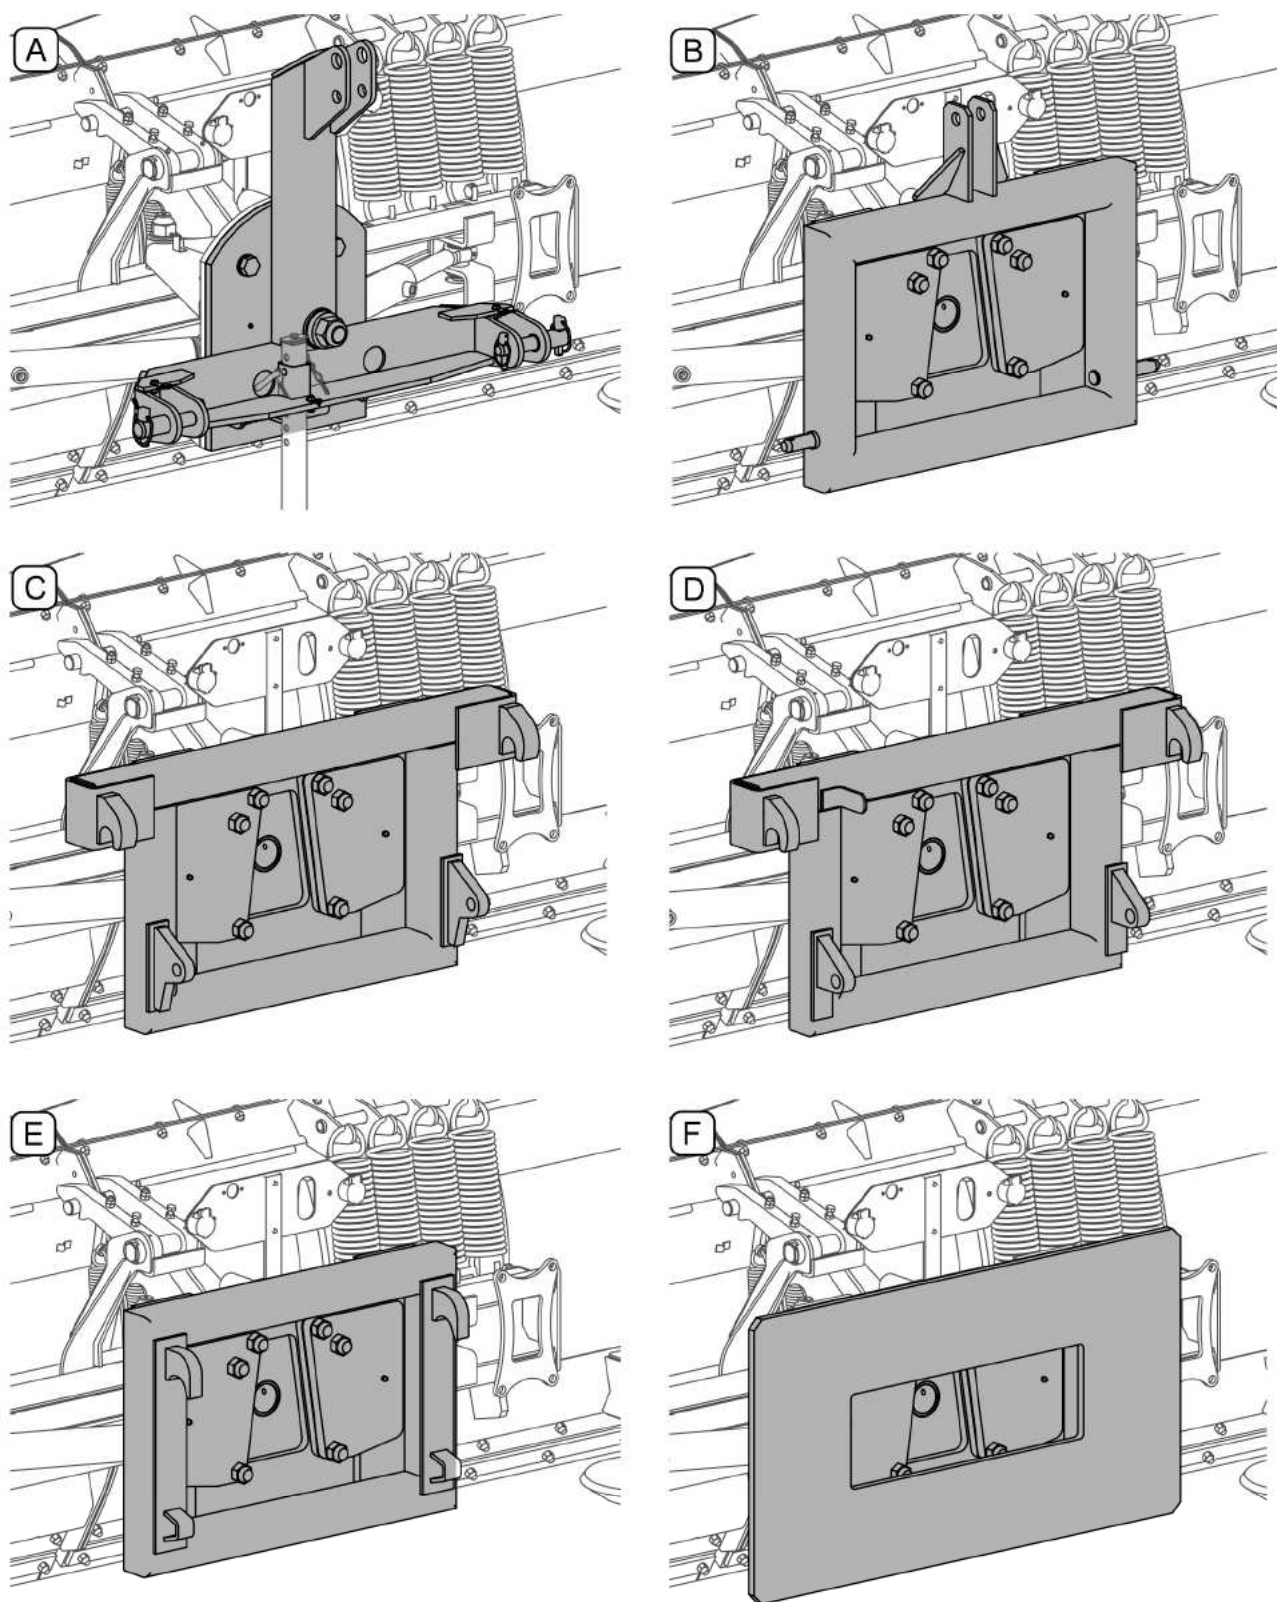

РИСУНОК 4.1 Типы навесных систем
кромкой (6) (в зависимости от комплектации плуга). Плуг навешивается на погрузчик или трактор при помощи соответствующей системы навески (3). Во время работы плуг опирается на два скользуна (11) или ходовые колеса (12), высоту которых можно регулировать. Стояночная опора (13) служит для подпирания плуга в случае отсоединения от трактора. Опционально плуг может оснащаться другими навесными системами, напр., для фронтального погрузчика ŁC-1650 или евро-сцепкой, трехточечная система навески кат. II (качающаяся) (РИСУНОК 4.1)
Плуг, оборудованный системой навески А (РИСУНОК 4.1) разрешается подсоединять только к транспортным средствам, оснащенным системой навески с "плавающим" положением.